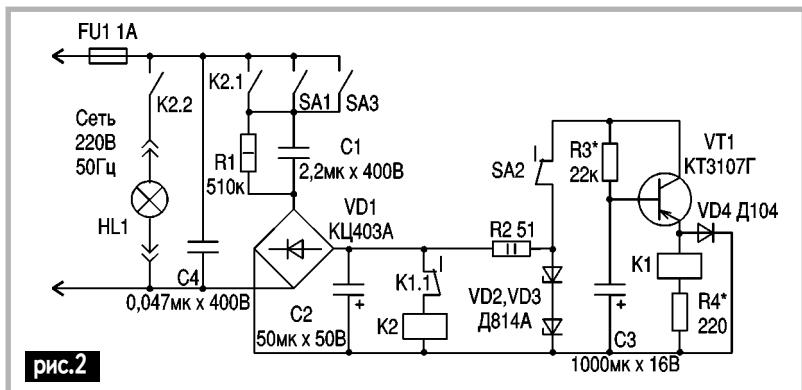

рис.2
Предлагаемая схема может быть использована для кратковременного (до 0,5-1,5 мин) включения лампы в темных помещениях. Лампа включается после кратковременного нажатия на кнопку SA1 или SA3. Реле времени можно использовать для электрических ламп накаливания мощностью до 60 Вт (рис.2).
**Принцип работы.** При кратковременном нажатии на кнопки SA1 или SA3 (переключатель SA2 находится в положении, указанном на рис.2) реле K2
**Наладка.** Используя внешний источник питания постоянного тока, подбирают резистор R4 такого сопротивления, чтобы реле K1 включалось при  $U_{\text{пост}} = 12$  В. Затем собирают всю остальную часть схемы без кнопки SA3. Впаивают элементы K1, R4. Подключают схему (рис.2) в сеть 220 В 50 Гц. Вольтметром проверяют напряжение на выходе моста ( $20 \pm 2$  В) и на стаби-